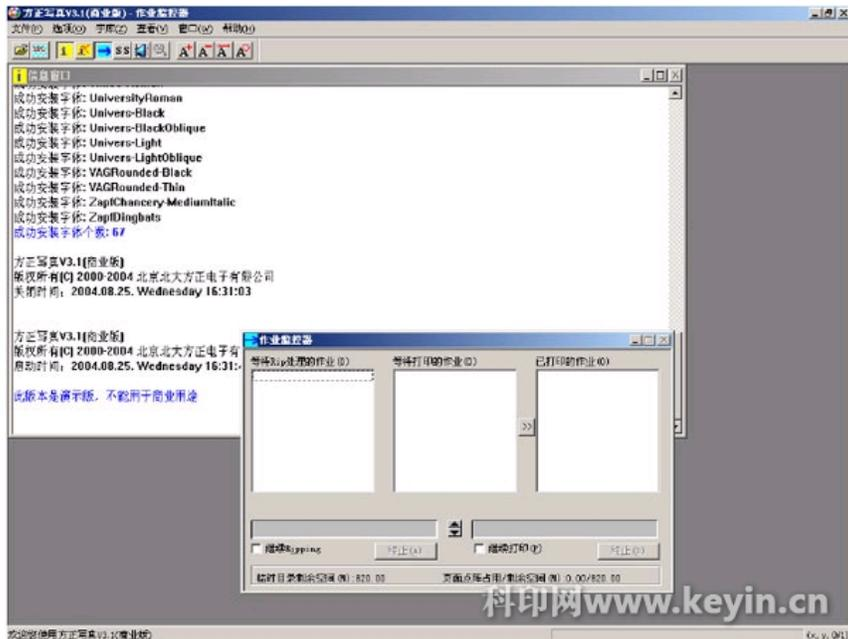

图1 写真数码打样软件工作平台
1. 方正写真数码打样软件安装完成后,运行方正写真数码打样软件,界面如图1所示。